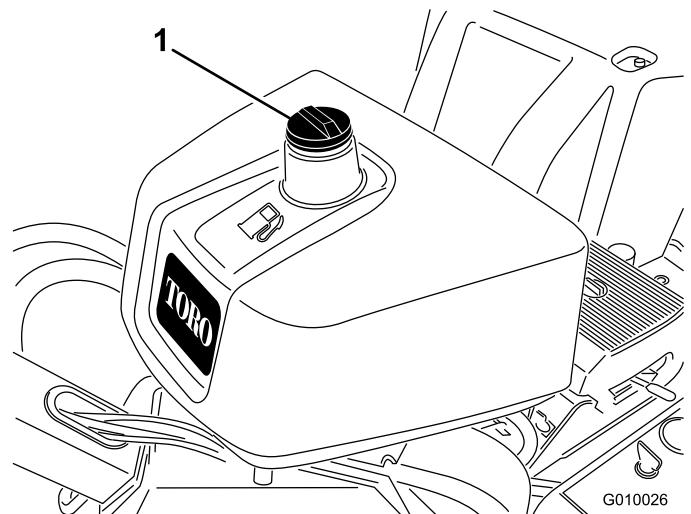

Figura 15
2. Pulite l'area intorno al tappo del serbatoio del carburante e togliete il tappo (Figura 15).